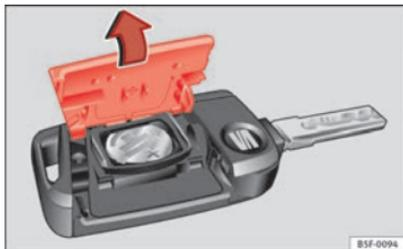

Fig. 48 Llave del vehículo: apertura de la tapa del compartimento para la pila.
- Retire la tapa en la parte trasera de la llave del vehículo ⇒ fig. 48 en la dirección de la flecha ⇒ Ⓜ.
- Coloque la tapa tal como se muestra ⇒ fig. 48 y presiónela en la carcasa de la llave del vehículo en sentido contrario a la flecha hasta que encastre.